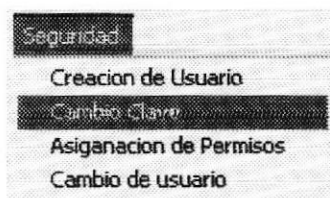

Figura 7.5. Selección Cambio de Clave
2. Seleccione el botón eliminar **Eliminar** y le aparecerá una pantalla de advertencia como se muestra en la figura 7.5.